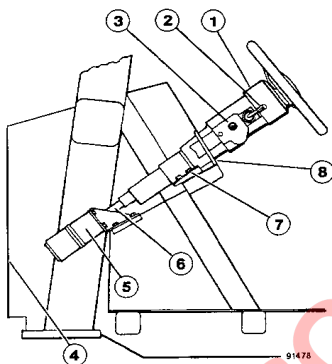

FIGURA 5-1 MONTAJE DE LA COLUMNA DE DIRECCION
El ángulo de inclinación se ajusta tirando de la palanca de inclinación (3, Figura 5-1) hacia el volante y moviendo el volante a la posición deseada. Soltando la palanca se asegura el volante en una de las cinco posiciones.
3. Saque la cubierta de acceso (4, Figura 5-1) desde la parte delantera de la cabina.
5. Saque los pernos que sujetan las placas de retención de sellos (8) donde la columna de la dirección entra al panel de instrumentos. Saque ambas placas de retención.
6. Saque los cuatro pernos y golillas (7) en el soporte de montaje. (A estos pernos se accede desde el exterior de la cabina por la abertura de acceso.)
7. Suba la columna de la dirección para desenganchar la columna del eje de dirección (6), y sáquela del panel de instrumentos.